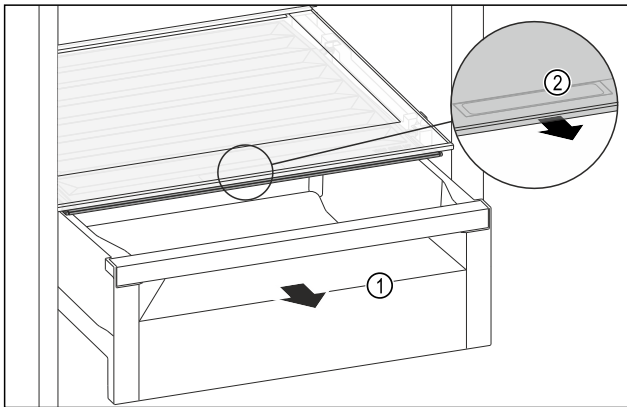

Fig. 137
- ▶ Schubfach Fig. 137 (1) herausziehen.
- ▶ Griffmulde Fig. 137 (2) am Fachdeckel anfassen und Fachdeckel gleichzeitig nach vorne ziehen.